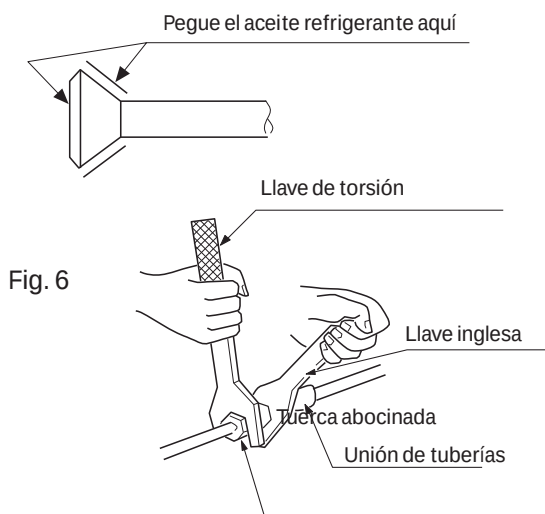

Fig. 6
- Use una llave inglesa y una llave dinamométrica, como se muestra en la Fig. 6, para conectar las tuberías a la caja de válvulas y retire las mismas de esta última.